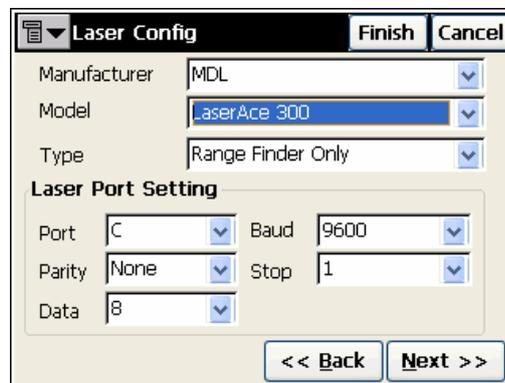

Рисунок 3-17. Экранная форма *Laser Config (Установки светодальномера)*
2. В экранной форме **Laser Config (Установки светодальномера)** задайте характеристики лазерного устройства: *Manufacturer (Фирма-производитель)*, *Type (Тип)* и *Model (Модель)* инструмента, а также параметры порта этого устройства в области *Laser Port Setting (Интерфейсный порт светодальномера)* (см. рис. 3-17).